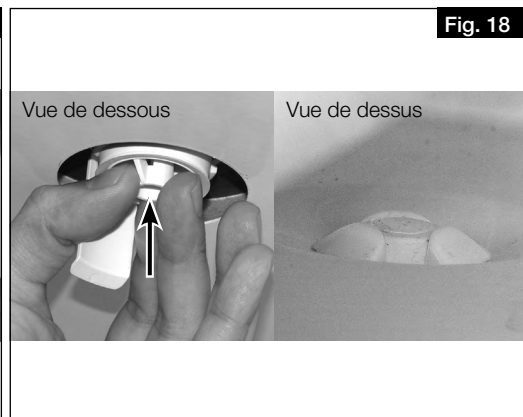

Fig. 18
2. Insérer par en dessous la pièce de fixation dans l'orifice d'évacuation des condensats, jusqu'à ce que les clips s'enclenchent au fond de la plaque métallique (voir Fig. 18).